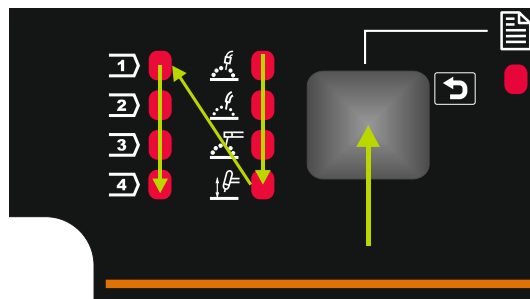

Figura 6
- Prima de novo a Tecla esquerda [29] o indicador do programa de soldadura (30 ou 31) passa para o seguinte na sequência apresentada na Figura 6.